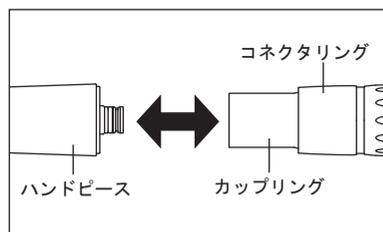

図2
- 1) ハンドピースをカップリングに真っ直ぐ挿し込みます(図2)。